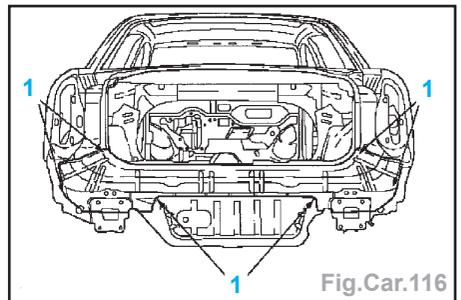

Fig.Car.116
- Pré-percer le panneau arrière extérieur (1) ; faire 11 perçages (Fig.Car.116).